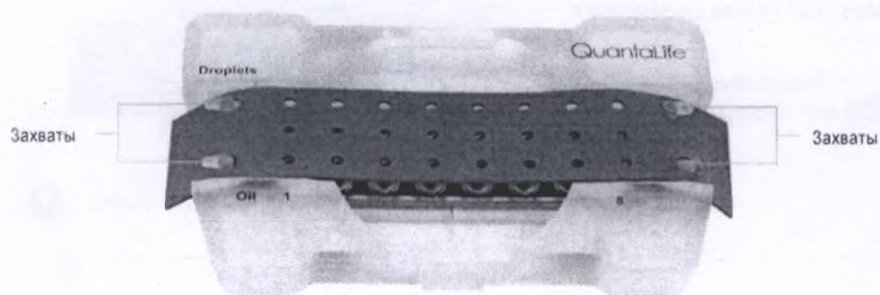

Рис. 6
6. Перекинуть уплотнитель через держатель DG8 по обе стороны. Необходимо надежно закрепить прокладку с двух сторон держателя. Следует выровнять отверстия по лункам держателя DG8 (Рис. 6).